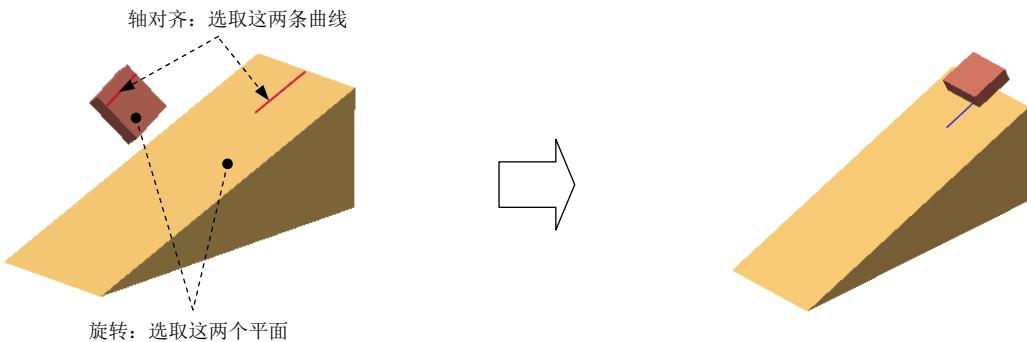
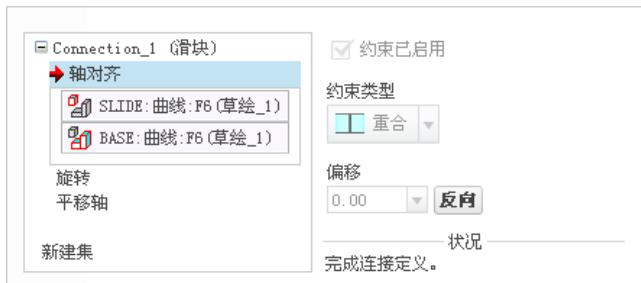

图 5.2.1 创建滑块 (Slider) 连接
图 5.2.2 “放置”界面
下面举例说明定义重力的操作过程。图 5.2.1 所示的模型将模拟放在斜面上的物体由于自身重力而沿着斜面下滑。在该机构的仿真中，需要添加一个平面连接，然后定义重力方向，最后使用动态分析使物体下滑。
Step4. 引入第二个元件 slide.prt，并将其调整到图 5.2.1 所示的位置。
(1) 在连接列表中选取 **滑块** 选项，此时系统弹出“元件放置”操控板，单击操控板菜单中的 **放置** 选项卡。
(2) 定义“轴对齐”约束。分别选取图 5.2.1 所示的两条曲线为“轴对齐”约束参考，此时 **放置** 界面如图 5.2.2 所示。
(3) 定义“旋转”约束。分别选取图 5.2.1 所示的两个表面为“旋转”约束参考，此时 **放置** 界面如图 5.2.3 所示。